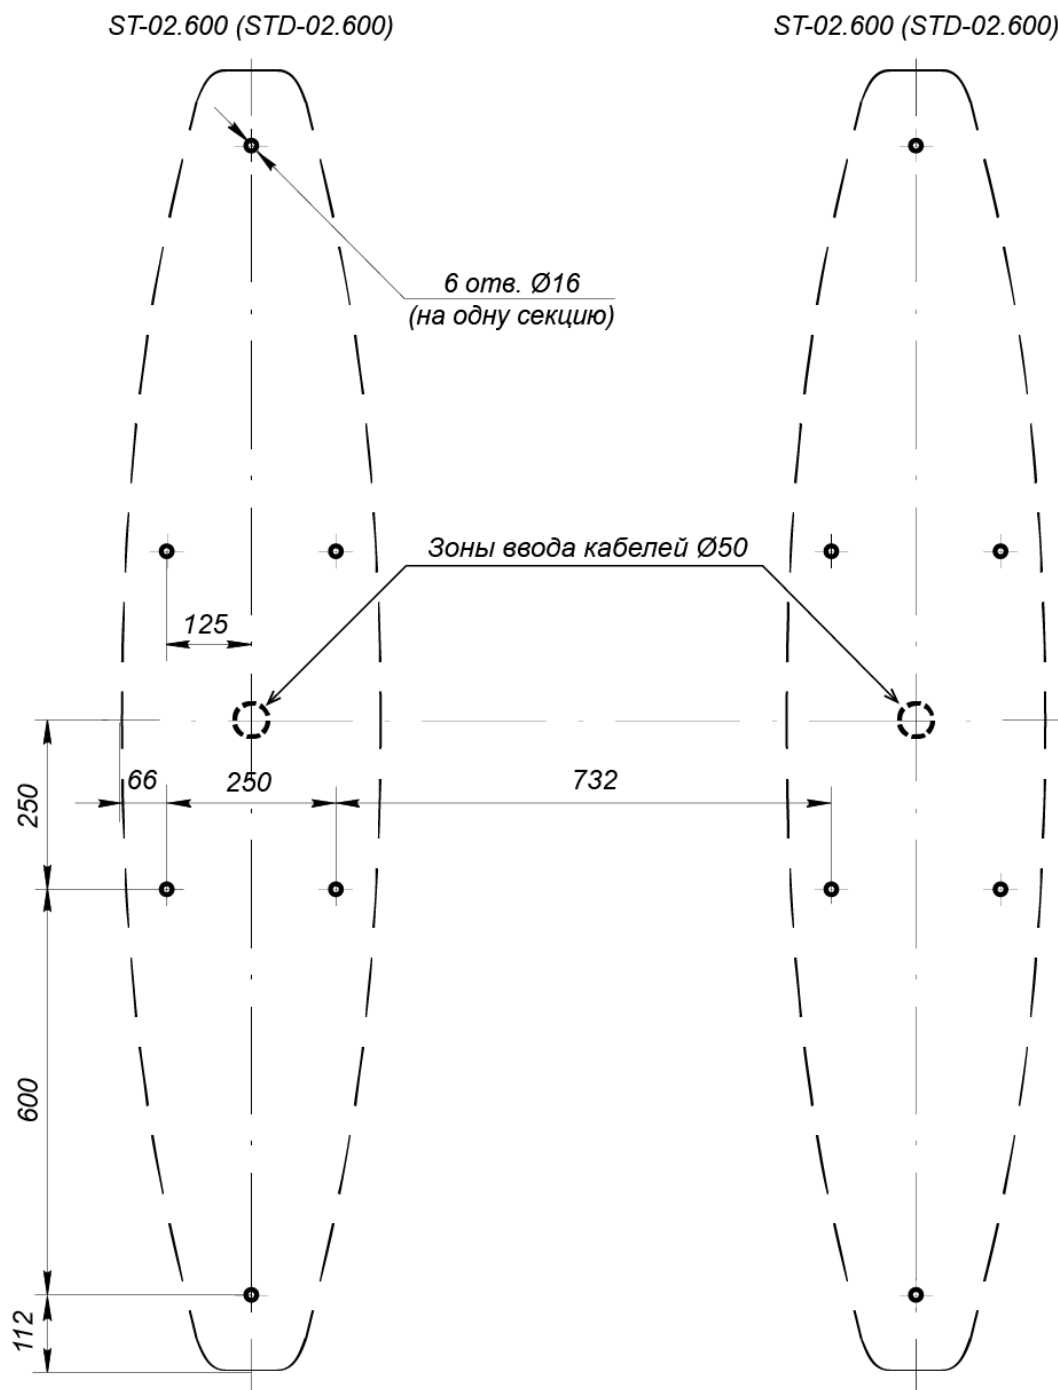

Рисунок 13. Схема разметки для монтажа секций турникета с шириной зоны прохода 600 мм (PERCo-ST-02.600, PERCo-STD-02.600)
2. Определите места установки секций *Master* и *Slave*, при необходимости – места установки двусторонних секций. При этом необходимо учитывать правило взаимного расположения секций: напротив створки секции (стороны двусторонней секции) *Master* всегда должна располагаться створка секции (стороны двусторонней секции) *Slave*. Для двусторонней секции **PERCo-STD-02** сторона (*Master* или *Slave*) определяется с помощью наклеек, расположенных под боковыми панелями (6).
3. В соответствии со схемами, приведенными на рис. 13 – 15, и с учетом проекта проходной произведите разметку и разделку отверстий на установочной поверхности под гильзы анкеров для крепления секций турникета и двусторонних секций. Для разделки отверстий используйте сверло твердосплавное.